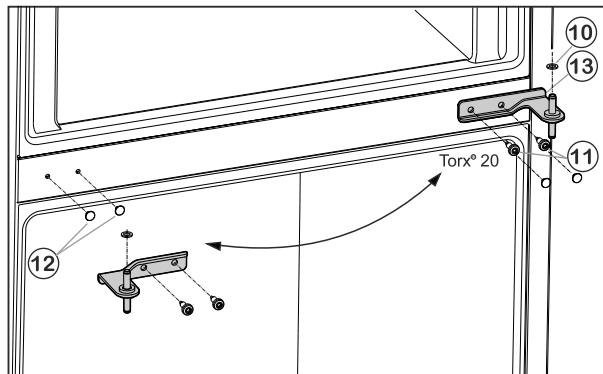

Fig. 6
- ▶ Обережно зніміть кришки Fig. 6 (12) та знову встановіть їх з протилежного боку.